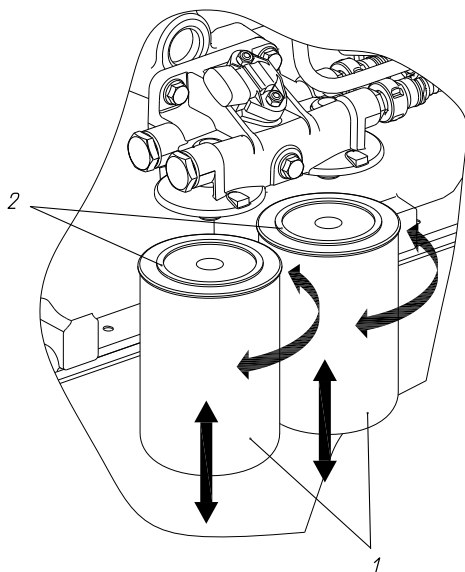

Рисунок 45 – Установка сменных фильтров для топлива:
3. Смазать уплотнительное кольцо 2 (рисунок 45) нового сменного фильтра для топлива моторным маслом.